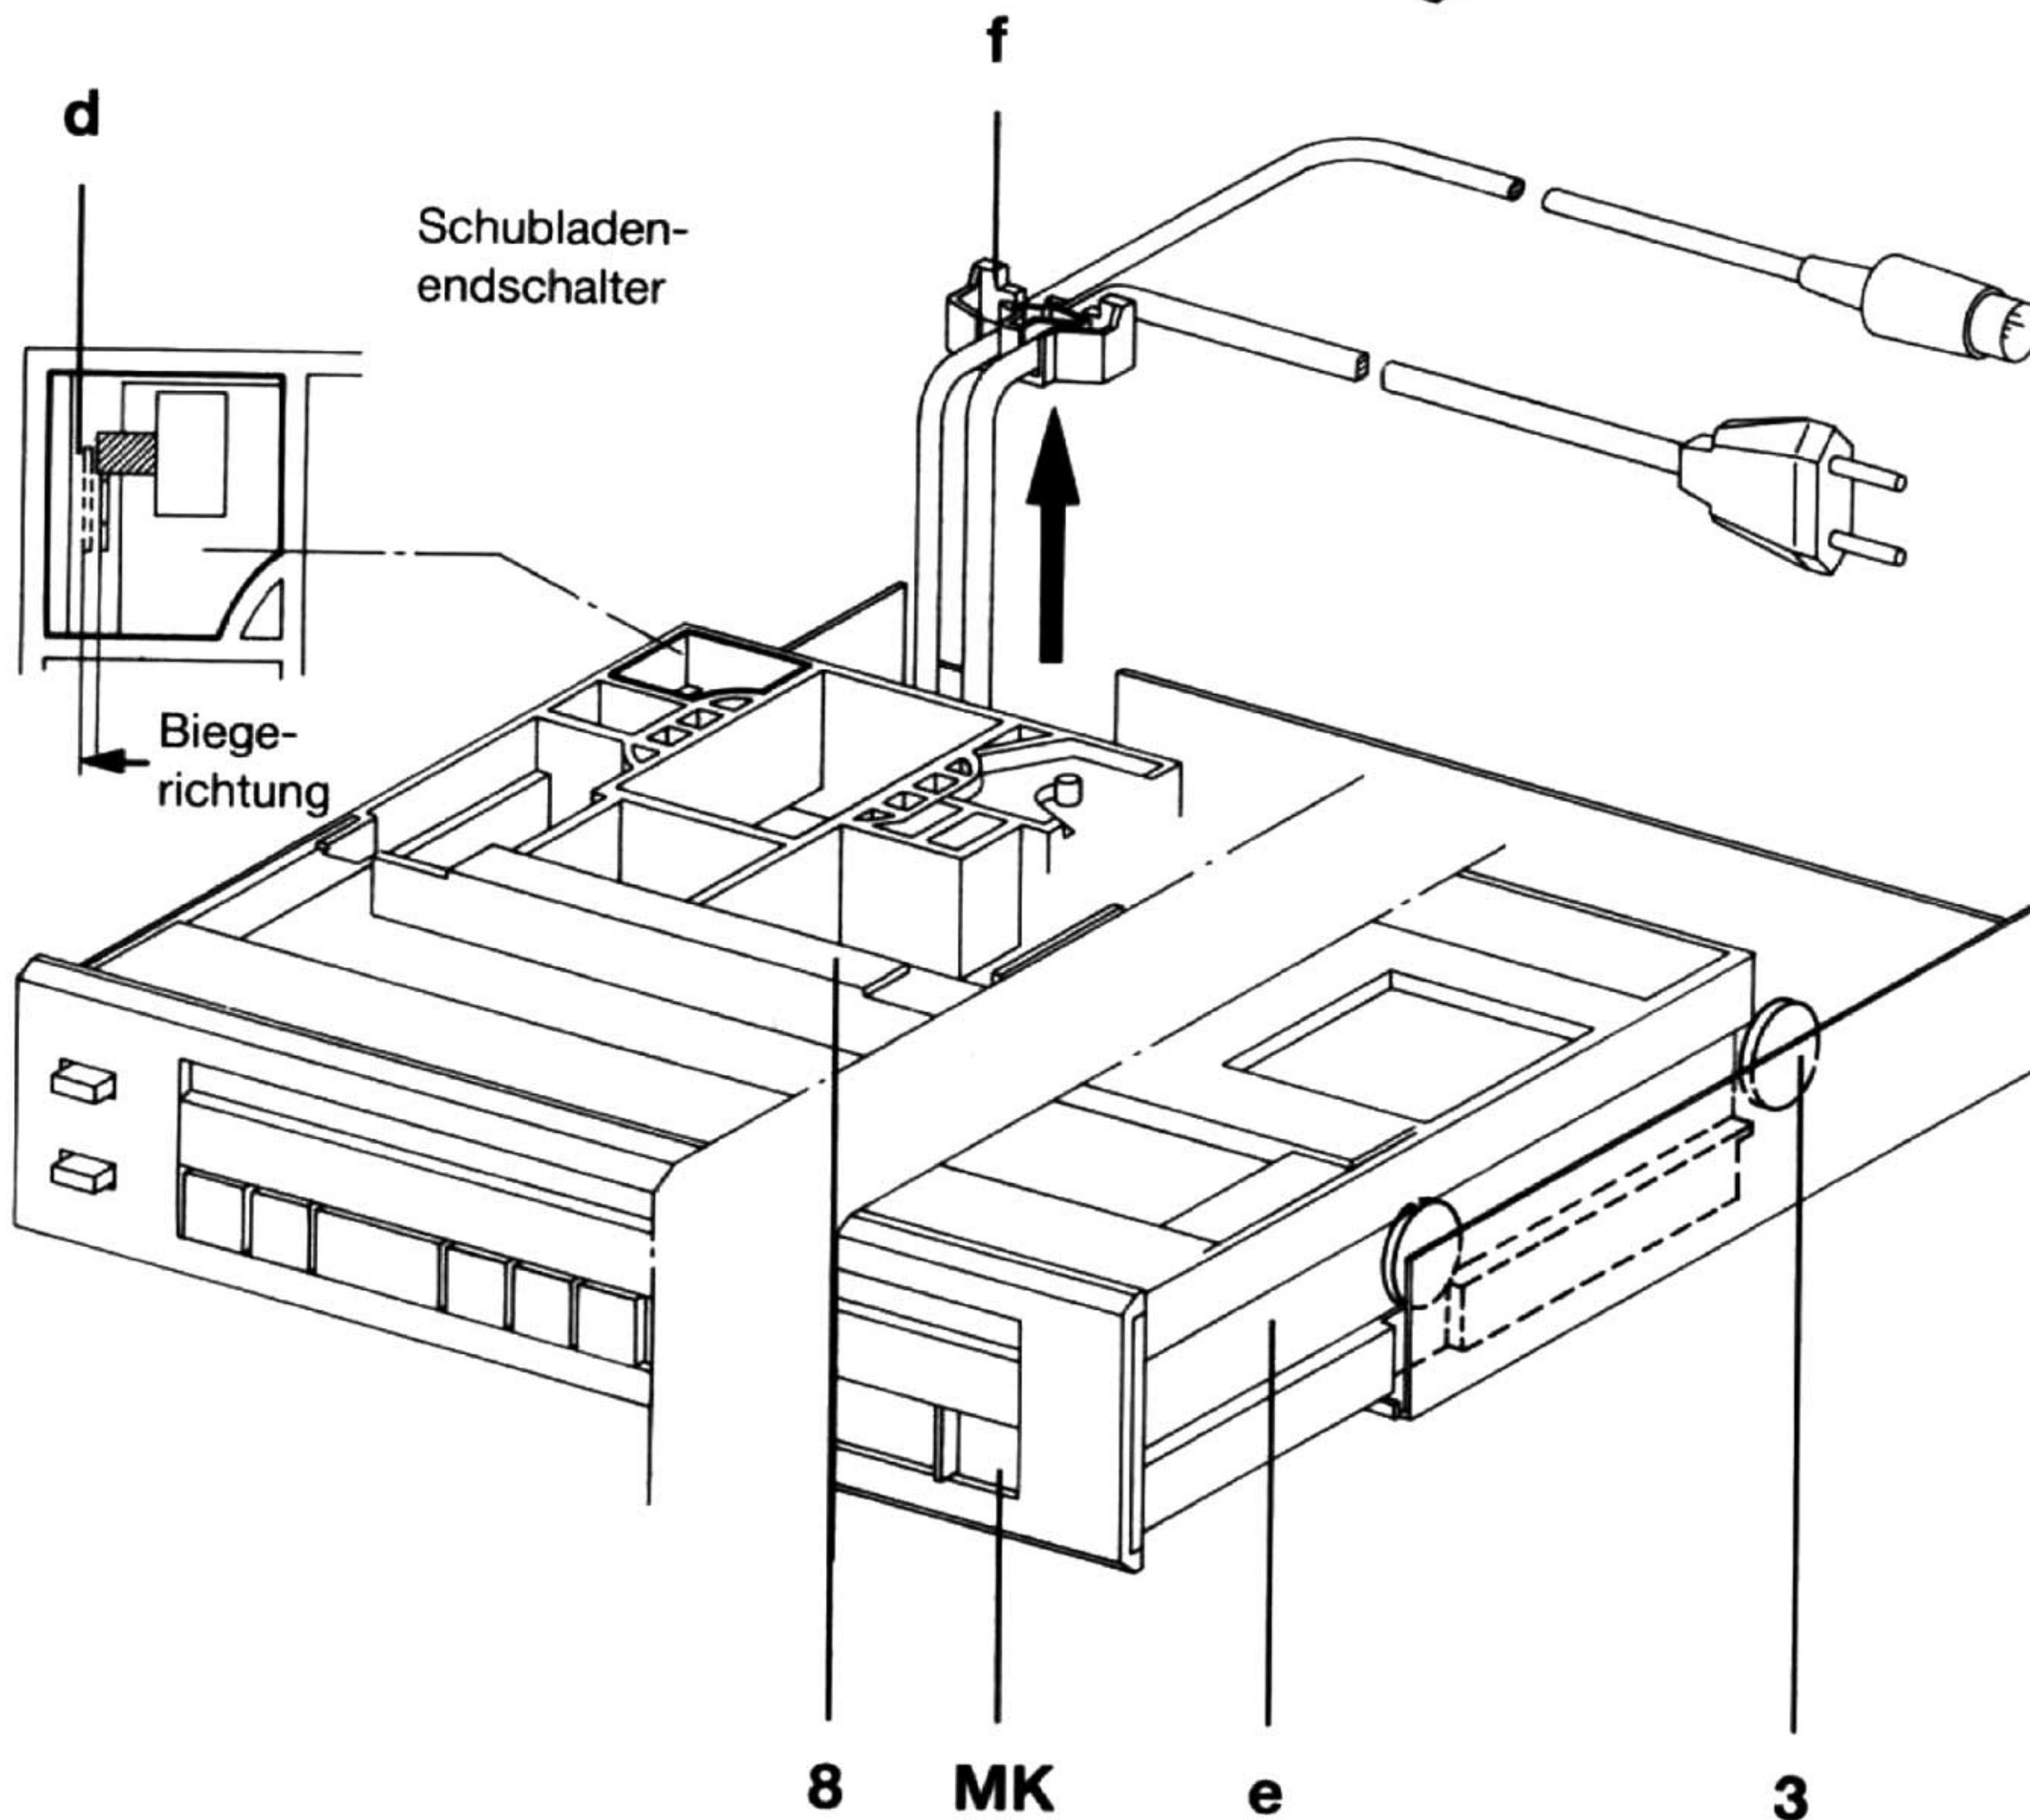

Abb. 1
- 4 Schrauben **a** herausdrehen (Abb. 1).
- Anschlag **d** zur Seite biegen siehe Pfeilrichtung Abb. 1 a.
- Die Schublade **8** nun so weit nach vorne ziehen, bis die Laufrollen **3** außerhalb der Führungsnut **e** sind, wie in Abb. 1 zu sehen ist.